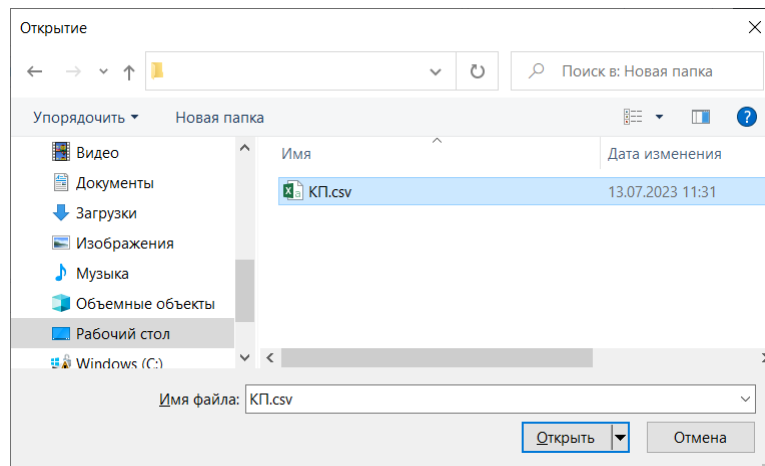

Рис. 102 Выбор csv –файла
3. Выбрать в окне проводника нужный csv-файл и нажать «Открыть», см. Рис. 102.